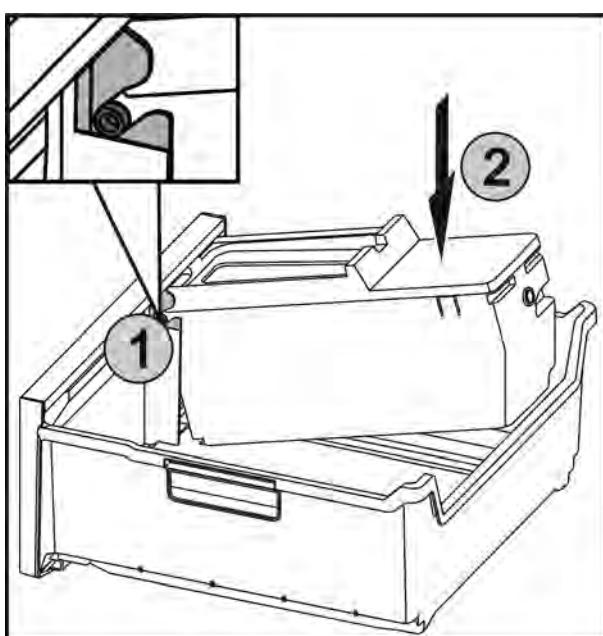

Fig. 70
- Вставить оси Fig. 70 (1) на EasyTwist-Ice в направляющие и вдавить заднюю сторону Fig. 70 (2) до фиксации накладки.